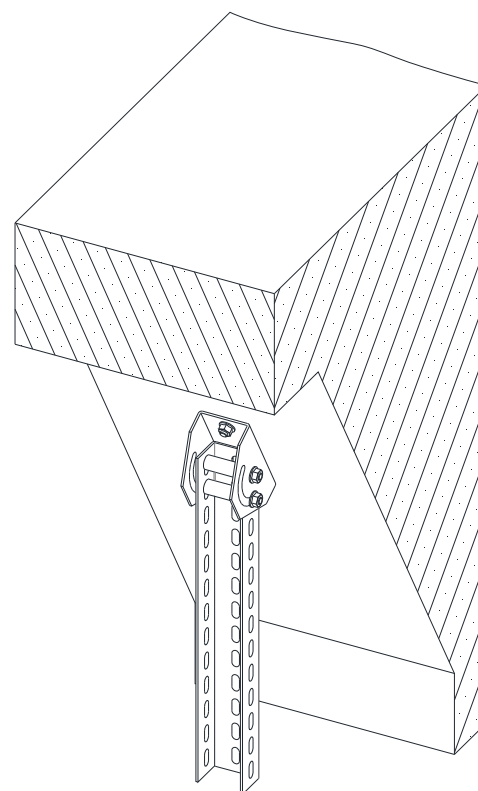

Рисунок 54
8.5.4 Данная система подвеса позволяет производить монтаж систем кабельных лестниц к потолкам нестандартного профиля (своды, арки, наклонные потолки и др.) с отклонением от горизонтали до 70° (рисунок 54).